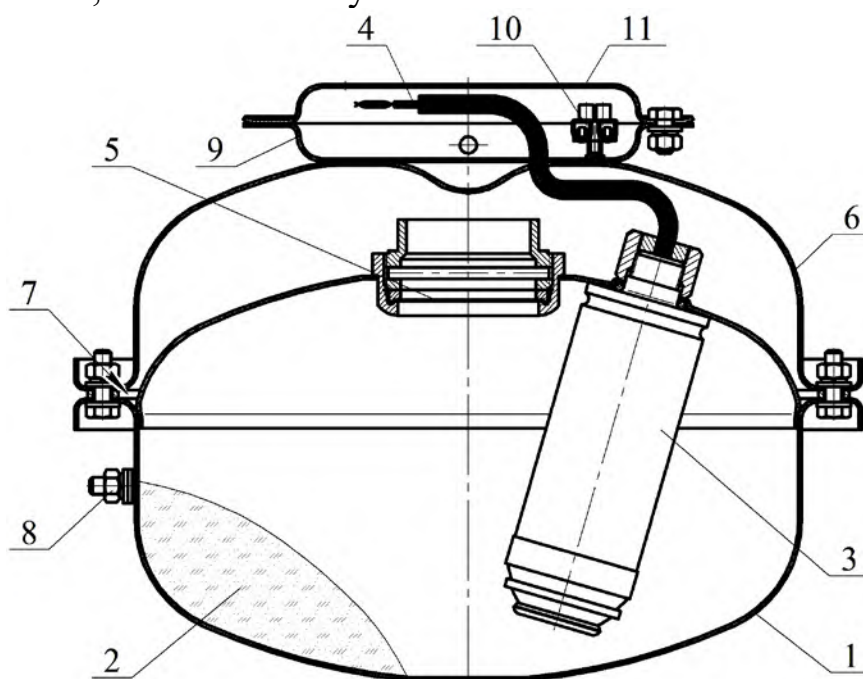
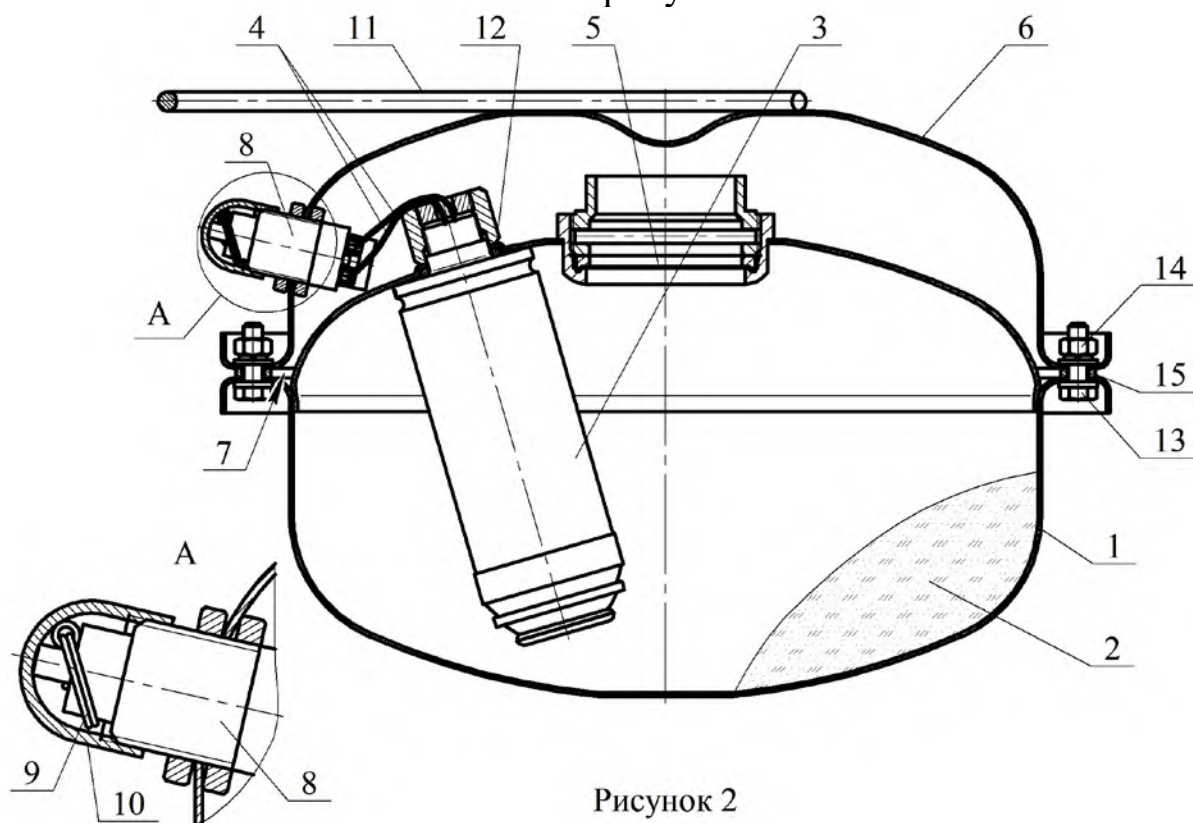
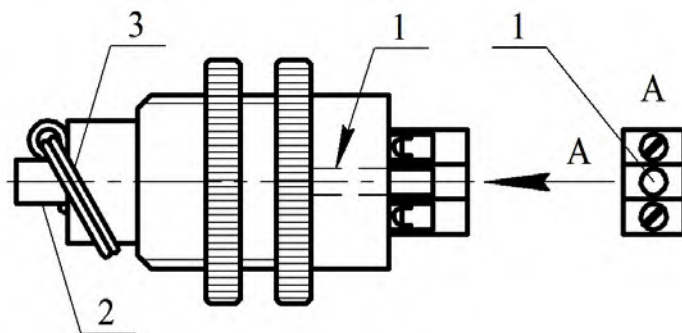

Рисунок 1
Рисунок 2
Рисунок 5
4.1.1 МПП (см. рисунок 1) состоит из корпуса **1**, в котором размещаются огнетушащий порошок (далее по тексту - ОП) **2** и источник холодного газа (далее по тексту - ИХГ) **3** с элементом электропусковым **4**. Сопловое отверстие для выхода ОП из корпуса перекрыто мембраной **5**. Со стороны соплового отверстия корпус **1** соединен с отражателем **6**. Насадок - распылитель **7** для выхода ОП представляет щелевой зазор между корпусом **1** и отражателем **6**. Модуль имеет заземляющий зажим **8**. На отражателе установлен фланец **9**, в котором для соединения выводов элемента электропускового с вводной цепью пускового устройства расположен зажим контактный-винтовой **10**. МПП снабжён кронштейном **11** для крепления к потолочному перекрытию, стене или полу.
4.2.1 МПП (см. рисунок 2) состоит из корпуса 1, в котором размещаются ОП 2 и ИХГ 3 с элементом электропусковым 4.
- хранение МПП без заглушки **10** (см. рисунок 2);
6.1.2 Закрепить кронштейн 11 (см. рисунок 1) на потолке, стене, полу или иной несущей поверхности. Координаты отверстий в кронштейне, предназначенном для крепления МПП, показаны на рисунке 3.
6.2.2 Взять МПП за ручку **11** (см. рисунок 2), свободной рукой с устройства пускового ручного **8** снять заглушку **9** и извлечь чеку **10**.
6.2.4 Для подготовки МПП к работе в составе установки порошкового пожаротушения автоматической с корпуса **1** (см. рисунок 2) снять отражатель **6**, свинтив с 6-ти болтов **13** гайки **14**. Извлечь из контактов устройства ручного пускового **8** провода элемента электропускового **4** и соединить их с кабелем пусковой цепи установки порошкового пожаротушения автоматической. Через шайбы **15** состыковать корпус **1** с отражателем **6** и закрепить соединение гайками **14**, накрученными на болты **13**.
- ИХГ-5(М)-01 СИАВ 066614.025.000 ТУ для МПП(Н)-5-И-ГЭ-У2, ИХГ-5(М)-02 СИАВ 066614.025.000 ТУ для МПП(Н-Т)-5-И-ГЭ-У2, ИХГ-5(М)-06 СИАВ 066614.025.000 ТУ для МПП(Н-Т1)-5-И-ГЭ-У2 (поз. 3 рисунок 1) или ИХГ-5(М)-05 СИАВ 066614.025.000 ТУ (поз. 3 рисунок 2) для МПП(Н-Р)-5-И-ГЭ-У2 – 1 шт.;
7.4 Для восстановления устройства пускового ручного после срабатывания МПП необходимо через отверстие 1 (см. рисунок 5) в основании устройства поднять шток 2 и закрепить чекой 3. Для подъема штока 2 необходимо использовать незаостренный стержень диаметром 1,5...2 мм. После восстановления верхнюю часть узла активации закрыть заглушкой 10 (см. рисунок 2).